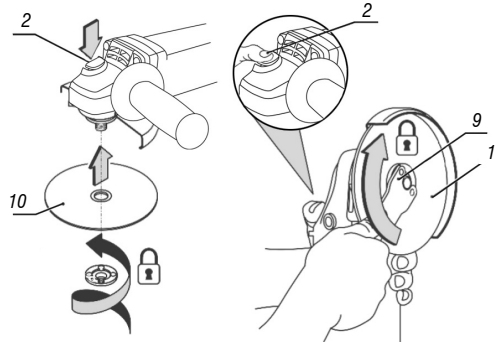

Fig. 8 – Trocando o disco
- f. Coloque a porca no eixo e aperte-a com a chave (9), conforme Fig. 8.